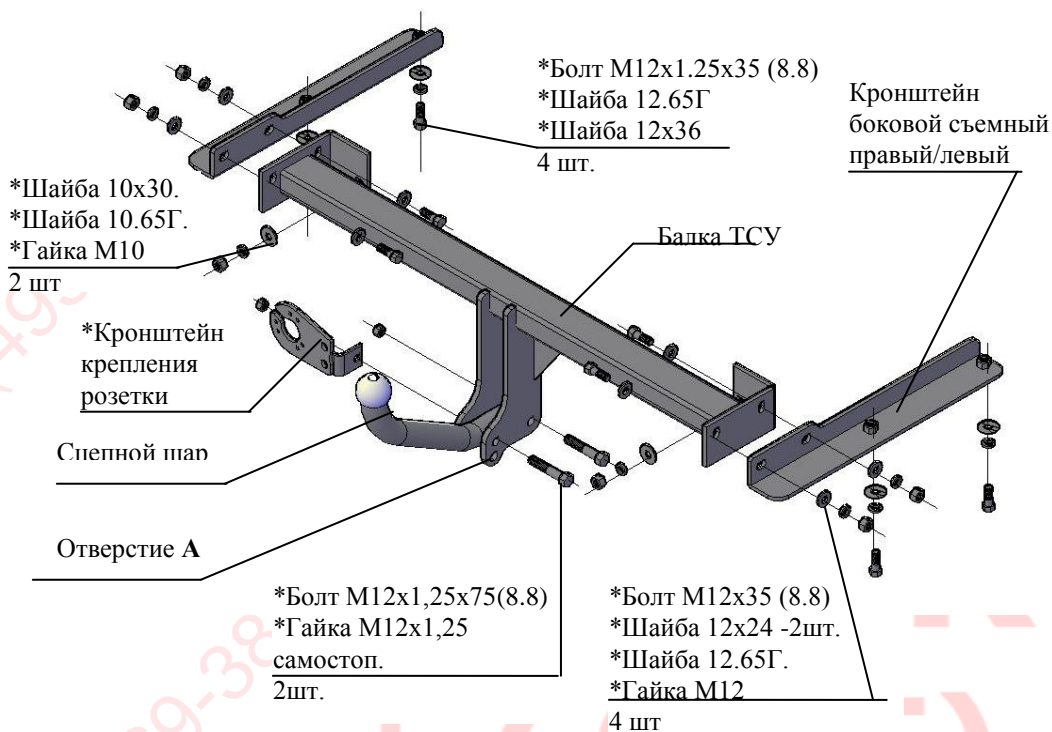

Рис.1 Тягово-сцепное устройство 9931
2.1 ТСУ 9931 в сборе (рис.1)	1 шт.
2.2 Пакет с комплектующими (см. рис.1)	1 шт.
4.3 Установить боковые съемные кронштейны ТСУ (правый и левый соответственно рис.1) внутрь лонжеронов а/м, закрепить к нижним полкам болтами М12х1,25х35, (используя приварные гайки), под головки болтов подложить шайбы 12.65Г и шайбы 12х36. Крепеж не затягивать.